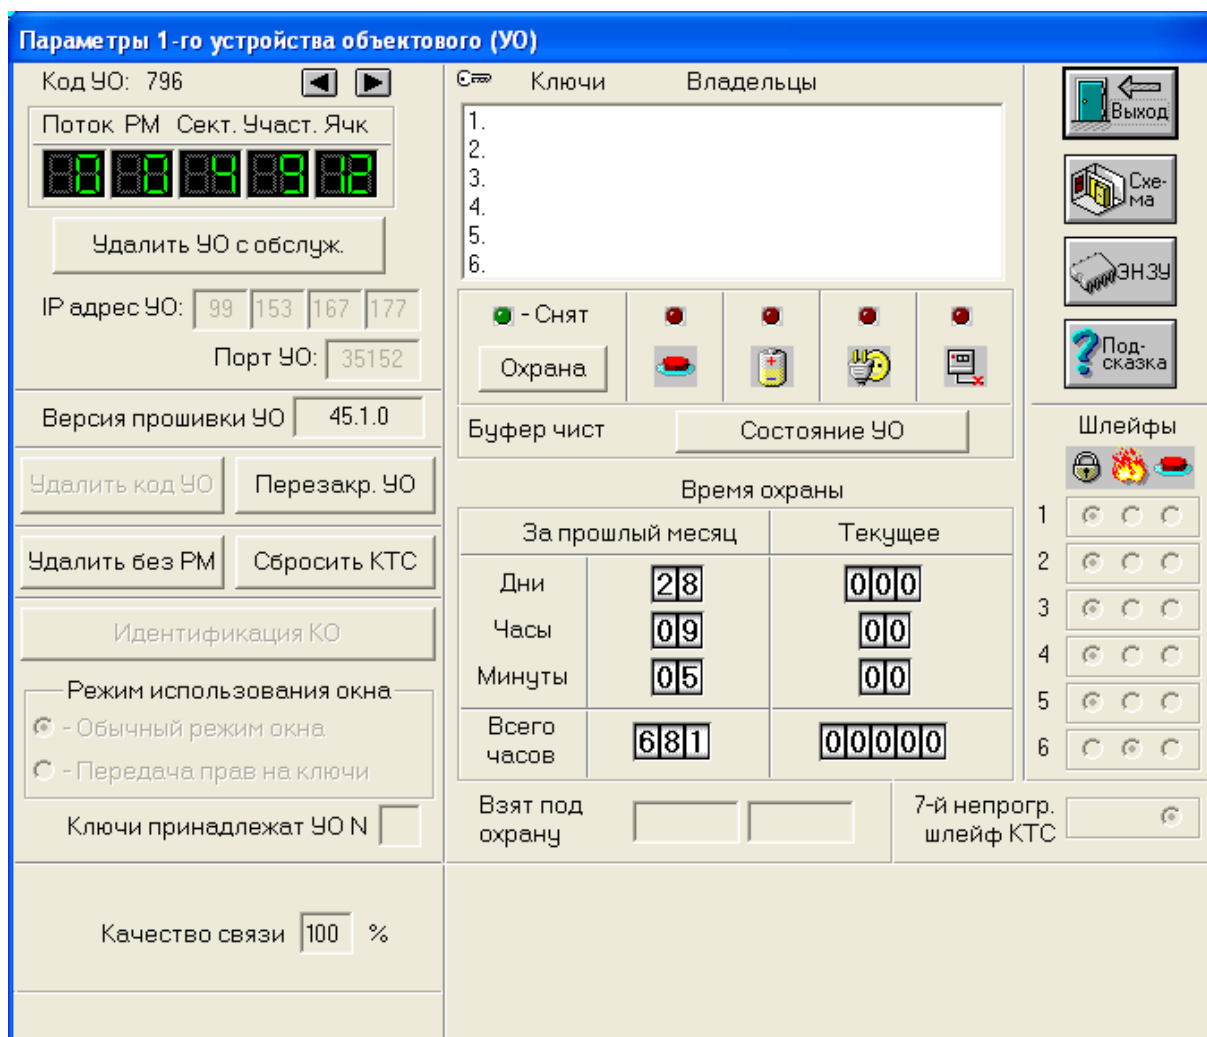

Рисунок 2. Окно «Параметры УОО».
8.1 В программе сервера ПЦН необходимо открыть заранее созданную карточку объекта. Откройте в карточке объекта окно «Параметры УОО» (рисунок 2) и установите точно такую же конфигурацию шлейфов, как при программировании в утилите. Откройте редактор схем и нарисуйте схему объекта и расставьте на схеме извещатели на шлейфах. Установите УОО на обслуживание в нужную ячейку ресурсов системы.